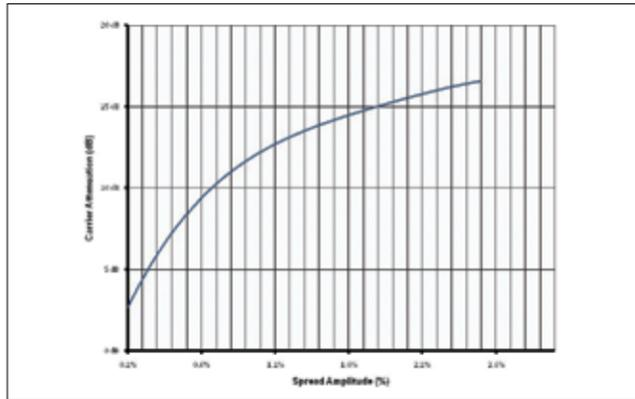

图 2: SSCG 时钟在任意单一频率下降低 EMI。
控制并降低 EMI 的最有效的方法之一是采用扩频时钟发生器 (SSCG) 技术。扩频技术不是保持一个固定频率，而是使用低频率信号调制系统时钟，产生一个具有边带谱波的频谱。通过把窄带时钟调制为更宽的频谱，基频和谐波的峰值频谱能量可同时得到降低（见图 2）。调制频率 (FM) 通常在 30-33 kHz 之间，即可足够大的扩展能量到音频带上，也可足够小的避免在系统中产生定时和跟踪问题。